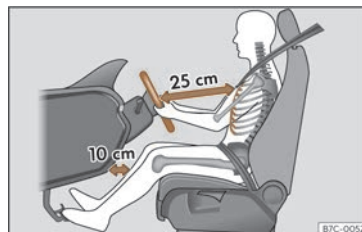

**Fig. 2** La distance correcte entre le conducteur et le volant doit être de 25 cm minimum (10 pouces).
- Réglez le volant de sorte qu'il se trouve à une distance d'au moins 25 cm (10 pouces) du sternum»» **fig. 2** et que vous puissiez le tenir à deux mains sur les côtés, à l'extérieur, les bras légèrement fléchis.
• Réglez le siège dans la longueur de manière à pouvoir actionner à fond les pédales avec les genoux légèrement fléchis et de manière à laisser une distance d'au moins 10 cm (4 pouces) entre les genoux et le combiné d'instruments»» **fig. 2**.